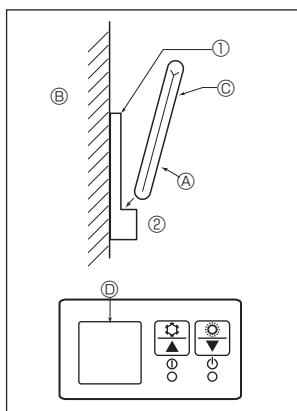
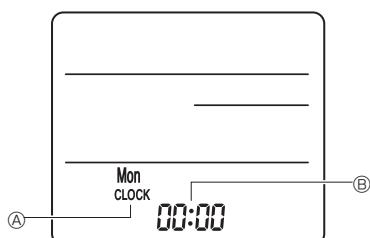

Fig. 6-7
Fig. 6-8
2) Método de instalação (Fig. 6-7)
- ④ Controlo remoto ⑤ Parede ⑥ Painel de visualização ⑦ Recetor
3) Definição [Definição Clock (Relógio)] (Fig. 6-8)
- Introduza as baterias ou prima o botão ④ CLOCK com um objeto afiado. [CLOCK] (RELÓGIO) ④ e [:] ⑤ piscam.
- Prima o botão RESET ⑥ com um objeto afiado.
- Prima o botão ⑦ para definir a hora.